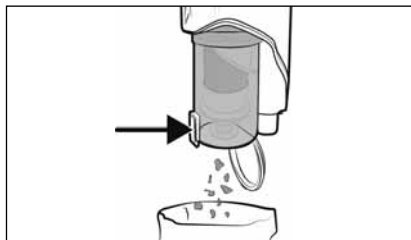

Fig. 18
- 1) Tenez le bac à poussière **7** dans une poubelle et appuyez sur la touche de déverrouillage du couvercle du bac à poussière **8**. Le couvercle du bac à poussière **9** s'ouvre et son contenu est vidé dans la poubelle (voir fig. 18). Fermez ensuite le couvercle du bac à poussière **9**.